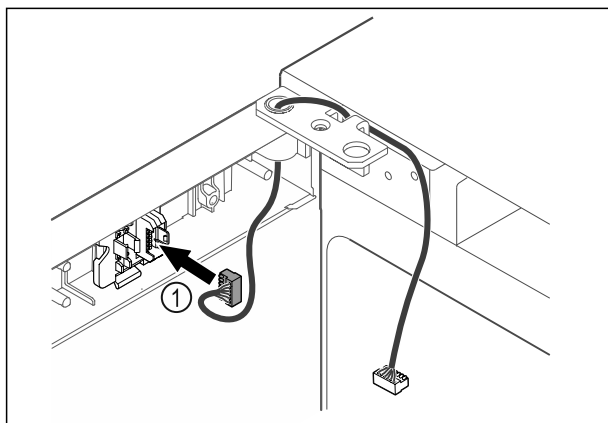

Fig. 45
- ▶ Ievietojiet spraudni Fig. 45 (1) spraudņa turētājā.